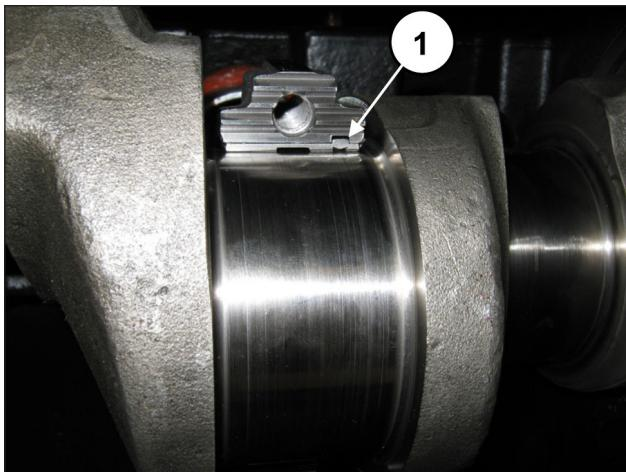

图 66
为正确安装半轴承, 应确保半轴承的基准平键定位在半连杆(位置①, 图 66)的专用底座中。